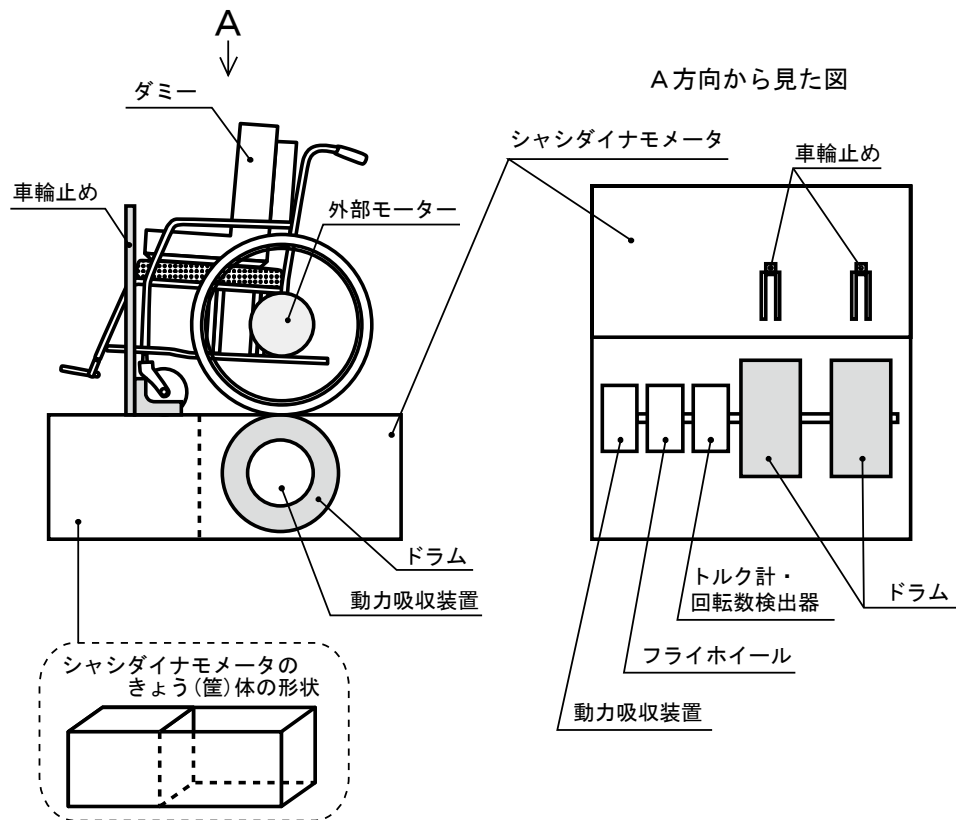

図9 シャシダイナモメータの概念図
シャシダイナモメータの構造は図9による。
- 用具を図9の装置に設置し、外部モータに回転出力を入力し、その入力回転速度と入力トルクを計測する。一方、後輪をシャーシのローラに設置させ、シャーシの動力負荷吸収装置類で車両の走行速度と後輪駆動力を計測する。